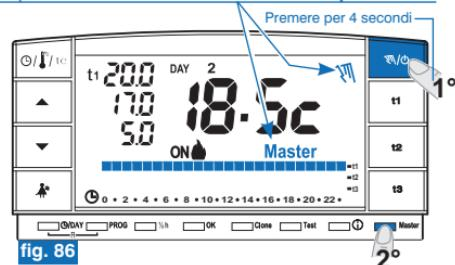

fig. 86
- Sul cronotermostato MASTER mantenere premuto il tasto “**W/Ø**” (circa 4 sec.) per entrare in funzionamento manuale permanente; il simbolo “**W**” diventa fisso (vedere dettagli al paragrafo 7.1/B) (esempio in fig. 86).